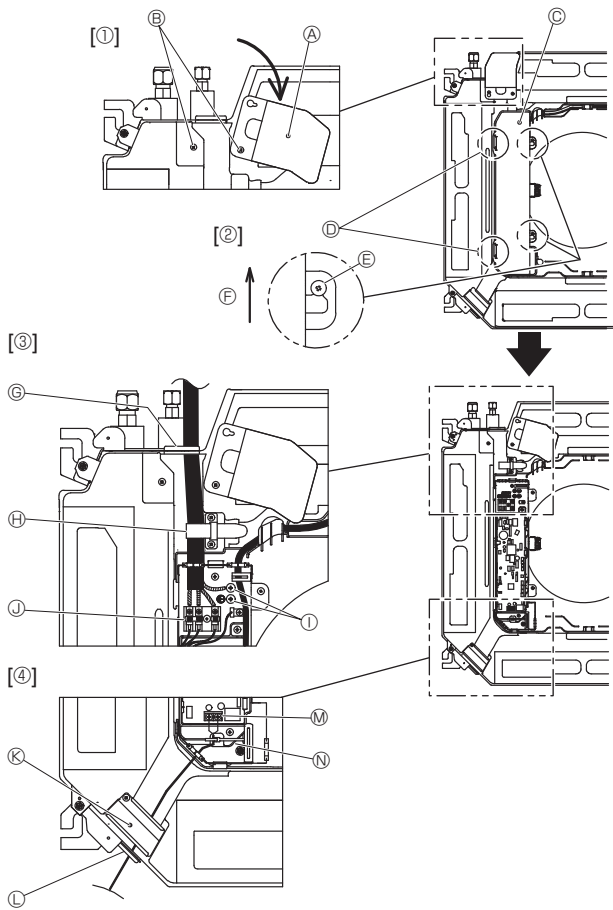
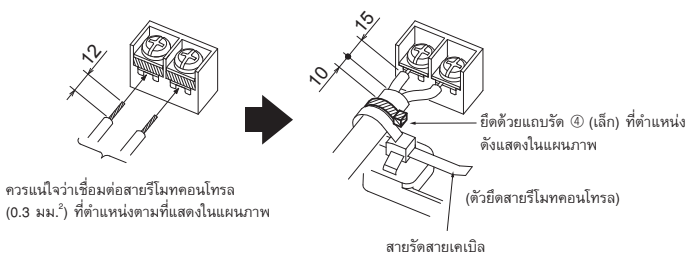

Fig. 6-1
Fig. 6-3
6.1. เครื่องภายในอาคาร (Fig. 6-1)
1. คลายสกรูสองตัวที่ยึดแผงเซอร์วิสการเดินสายไฟออก จากนั้นหมุนแผงเซอร์วิสการเดินสายไฟ [Fig. 6-1 ①]
2. คลายสกรูสองตัวที่ยึดฝาครอบตู้สายไฟออก จากนั้นเลื่อนฝาครอบตู้สายไฟ [Fig. 6-1 ②]
3. เดินสายไฟ, สายเชื่อมต่อตัวเครื่องภายใน-ภายนอกอาคาร และสายดินผ่านช่องสายไฟที่ตั้งแสดงในแผนภาพ [Fig. 6-1 ③]
หากคุณไม่สามารถใช้ขั้วหวางปลาแบบกลมได้ ให้ปฏิบัติตามขั้นตอนการทำงานใน Fig. 6-3 ถึง 6-6 ให้ดูที่ 6.1.1. และ 6.1.2. สำหรับการเชื่อมต่อ
4. สอดและจัดวางสายรีโมทคอนโทรลผ่านช่องสายไฟที่ตั้งแสดงในแผนภาพ [Fig. 6-1 ④, Fig. 6-3] ให้ดูที่ 6.1.1. และ 6.1.2. สำหรับการเชื่อมต่อ